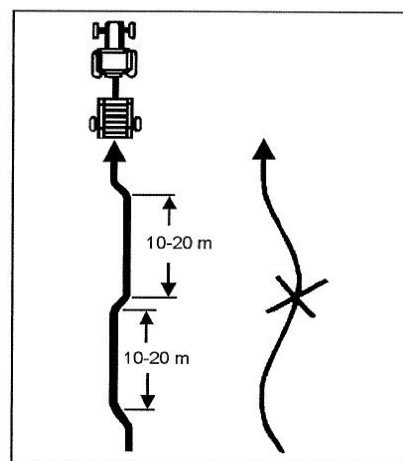

图 2.7
13. 打捆机组应按照正确的驾驶方式进行作业，以确保作业效率和草捆两侧的均匀。当草条较窄时，应按照图 2.7 方式进行作业。